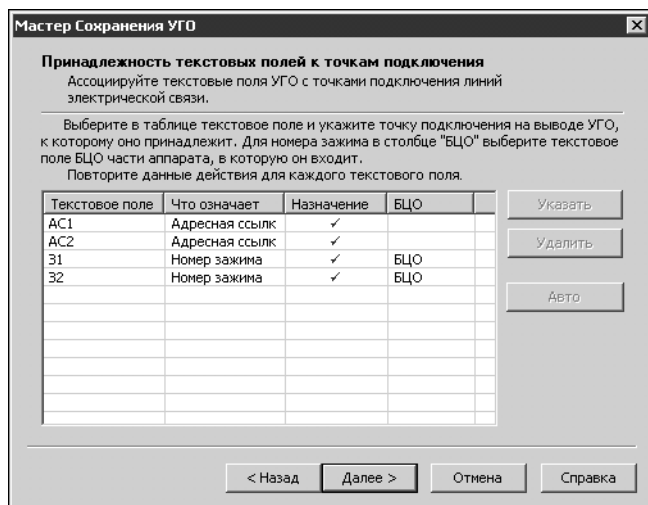

Рис. 11.8. Связь текстовых полей УГО с точками подключения
Откроется следующее окно (рис. 11.8). Оно служит для выполнения ассоциации текстовых полей с точками подключения линий электрической связи.
- После выполнения ассоциации настоятельно рекомендуется проконтролировать соответствие текстовых полей номеров зажимов точкам подключения на графике УГО. В окне Мастера (рис. 11.8) выберите курсором строку с номером зажима. На графике УГО красным цветом будет выделена точка подключения. Если номер зажима, выбранный в окне диалога, не совпадает с номером зажима на изображении УГО, значит, допущена ошибка. Чтобы ее исправить, удалите ошибочную ассоциацию и заново выполните ассоциацию вручную.